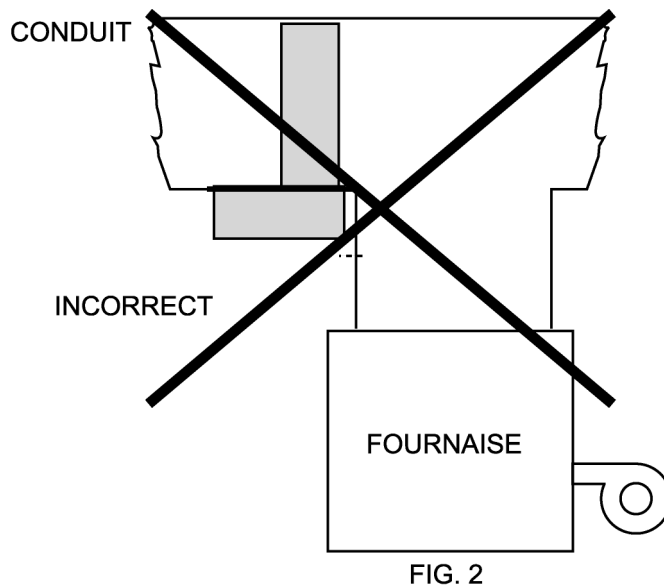

FIG. 2
- 6) Ne pas insérer le serpentin par le dessus ou le dessous d'un conduit (voir figure 2).